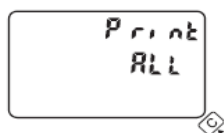

Fig. 20
2. Si seule la fonction « **UPLOAD ALL** » apparaît, appuyer sur **D** pour changer la fonction (fig.20).